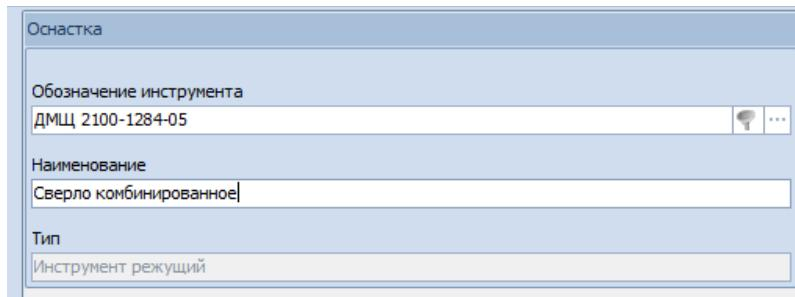

Рисунок 219. Пример заполнения полей
- 2.1 **Обозначение инструмента.** Ввести обозначение технологической оснастки или инструмента выбранного типа. Обозначение должно соответствовать основному конструкторскому документу или стандарту на данный инструмент или оснастку (рис. 219).
- 2.2 **Наименование.** Ввести наименование инструмента. Наименование инструмента должно соответствовать основному конструкторскому документу или стандарту на данный инструмент (рис. 219).
- 2.3 **Тип.** Поле недоступно для ввода. Заполняется автоматически наименованием типа (рис. 219).